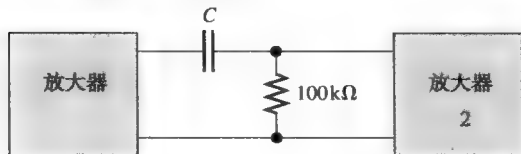

图 10-81
42. 图 10-81 中, 为使频率为 20Hz 时放大器 2 输入端信号电压至少为放大器 1 输出信号电压的 70.7% , 试问所需的耦合电容值是多少? 不考虑放大器的输入电阻。